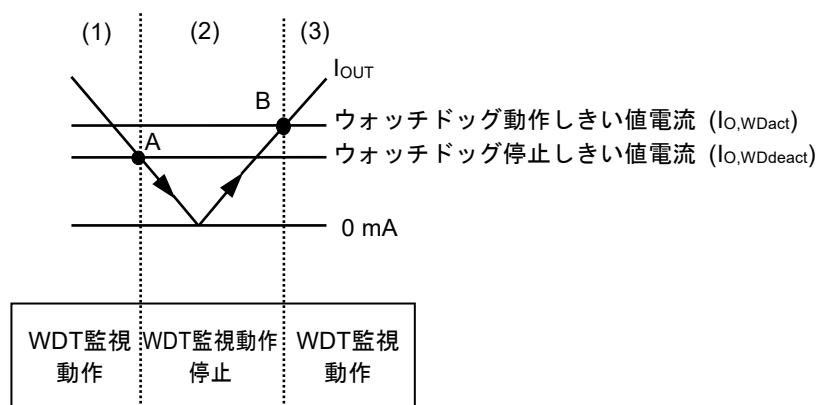

図28 自律ウォッチドッグ動作機能
- (1)レギュレータの $I_{OUT}$ がウォッチドッグ動作しきい値電流 ( $I_{O,WDact}$ ) 以上で、コンパレータ (C1) の入力電圧 ( $V_{WDact}$ ) は基準電圧 ( $V_{ref}$ ) より高くなり、C1の出力は "H" になります。このとき、ウォッチドッグタイマは監視動作を行います。
- (2) $I_{OUT}$ が低下し、ウォッチドッグ停止しきい値電流 ( $I_{O,WDdeact}$ ) (図28のA点) 以下になると $V_{WDact}$ は $V_{ref}$ 以下となり、C1の出力は "L" になります。このとき、ウォッチドッグタイマは監視動作を停止します。 $I_{OUT}$ が上昇しても、 $I_{O,WDact}$ 未満の場合、ウォッチドッグタイマは監視動作を停止したままです。
- (3)さらに $I_{OUT}$ が上昇して $I_{O,WDact}$  (図28のB点) 以上になると $V_{WDact}$ は $V_{ref}$ 以上になり、C1の出力は "H" になり、ウォッチドッグタイマは監視動作を開始します。